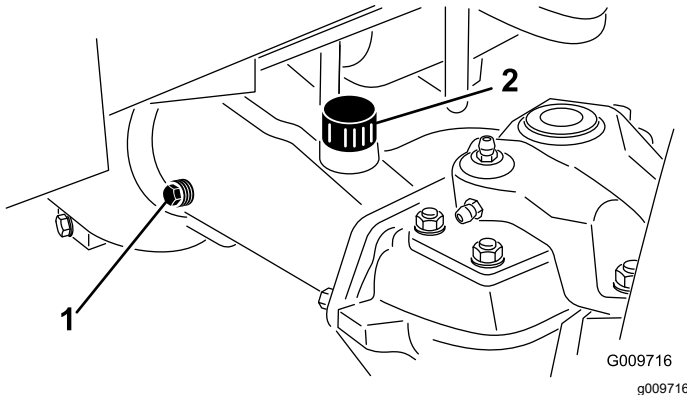

Figura 93
2. Togliete il tappo di controllo da un'estremità dell'assale (Figura 93) e verificate che l'olio raggiunga la base del foro. Se il livello è basso, togliete il tappo di riempimento (Figura 93) e rabboccate con olio finché non raggiunge la base del foro del tappo di controllo.